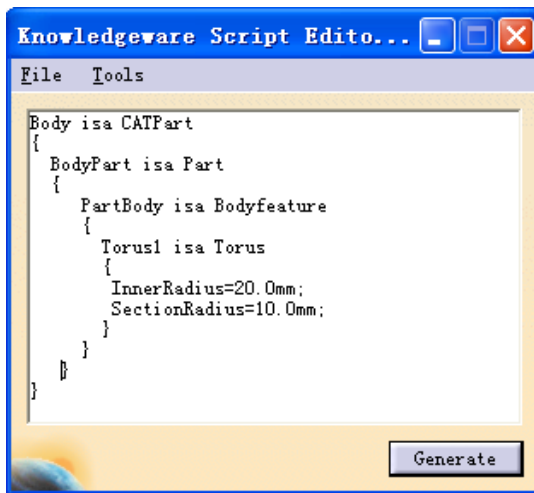

图 16-22
(1) Generative Script Editor 对话框中输入如下内容 (见图 16-22);